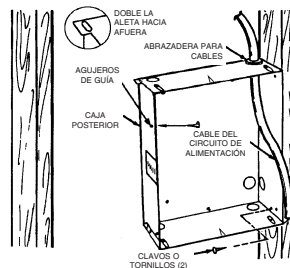

Figura 1
1. Determine cuál de los lados de la caja posterior va a montarse contra un travesaño, y doble las aletas de los ángulos posteriores 90° hacia afuera, de manera que la caja quede escuadrada con el travesaño después de la instalación. (Vea la Figura 1).
3. Posicione la caja posterior contra un lado de los travesaños, y asegúrela mediante clavos o tornillos, como se muestra en la Figura 1.
NOTA: en los lados de la caja posterior se han provisto agujeros de guía para tornillos para chapa n.º 8. Después de haber terminado la pared o el cielorraso, inserte un tornillo para chapa M4 (n.º 8) (longitud recomendada: 1" / 25 mm) a través del lado de la caja que no está montado en el travesaño. Esto impedirá que la caja salga hacia afuera cuando se instale el conjunto de calefactor. (Vea la Figura 1).